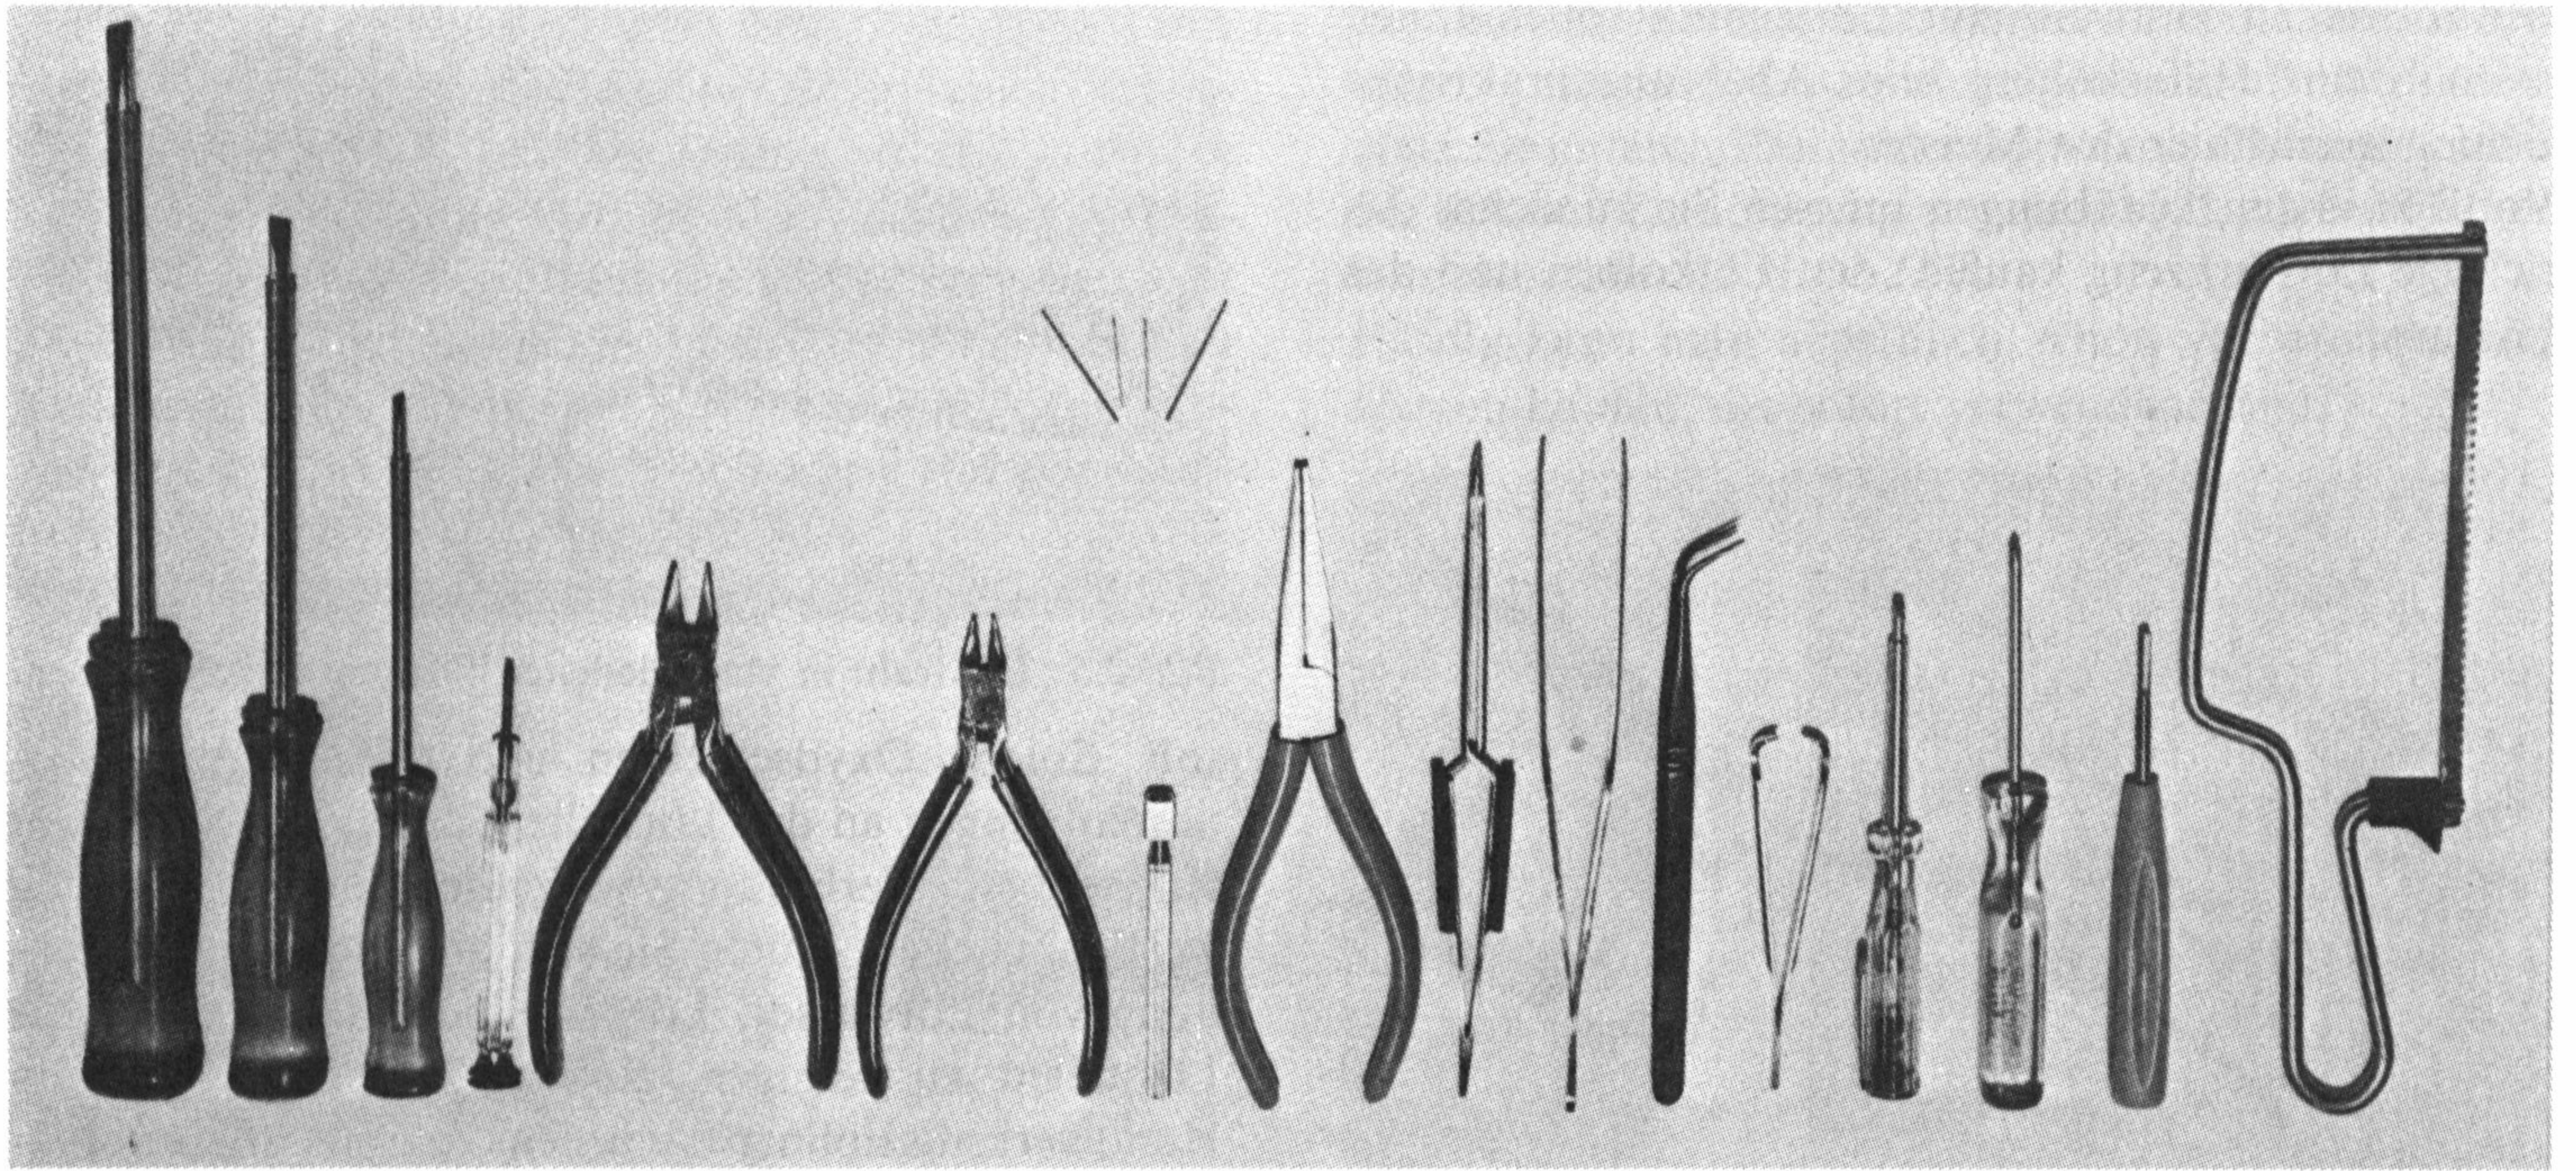

Bild 2.3: Einige nützliche Werkzeuge.
*Bild 2.3* und die Werkzeugliste geben Ihnen einen Überblick über einige Werkzeuge, die beim Aufbau elektronischer Geräte nützlich sind. Betrachten Sie